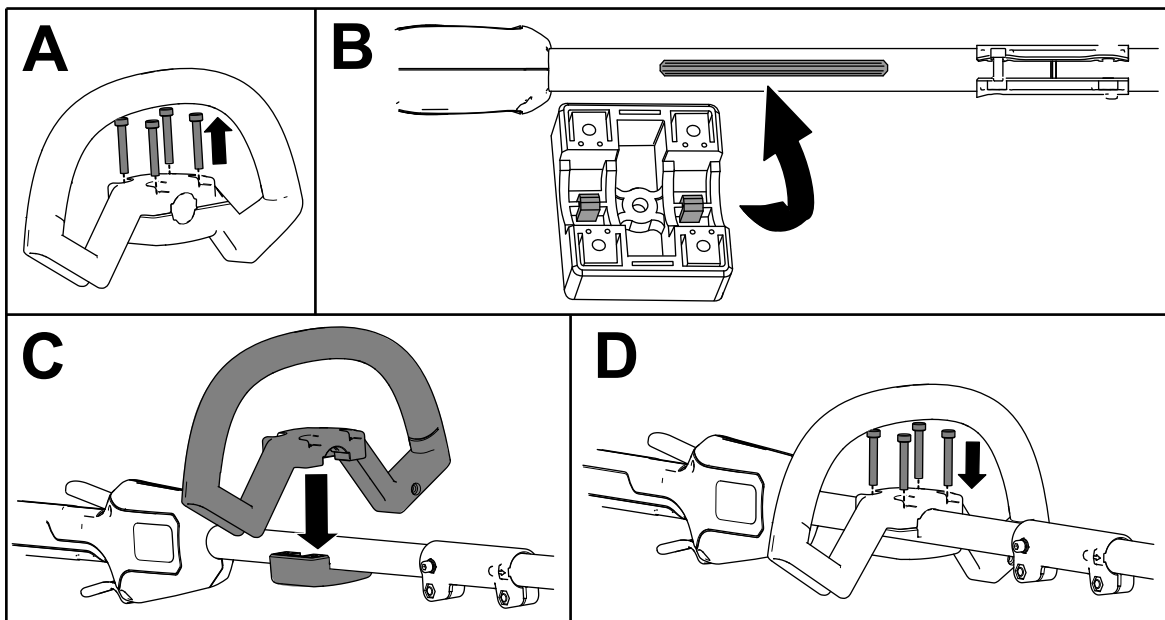

Figure 2
1. Séparez la poignée auxiliaire du support en retirant les 4 vis à tête creuse à l'aide de la clé Allen fournie (A de la Figure 2).
2. Alignez les guides sur le support de la poignée auxiliaire et le guide sous le manche de la débroussailleuse (B de la Figure 2).
3. Placez la poignée auxiliaire au-dessus de son support sur le manche de la débroussailleuse (B de la Figure 2).
4. Fixez la poignée auxiliaire à son support à l'aide des 4 vis à tête creuse retirées précédemment (D de la Figure 2).
3. Fixez le déflecteur à la base de la débroussailleuse à l'aide des 2 vis à tête creuse, des 2 rondelles et des 2 entretoises retirées précédemment (C de la Figure 2).